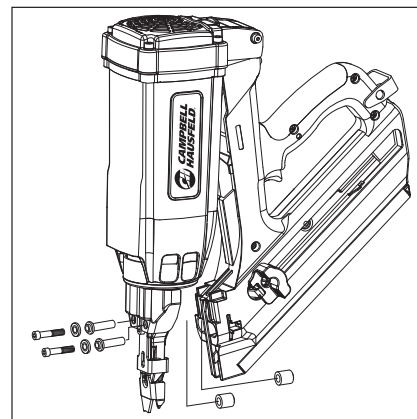

Figura 28
3. Quite los tornillos de sombrerete de cabeza hueca con una llave allen (vea la Figura 28).
4. Tire del cargador y retírelo del ensamblaje del cabezal (vea la Figura 28). Quite los sujetadores atascados.